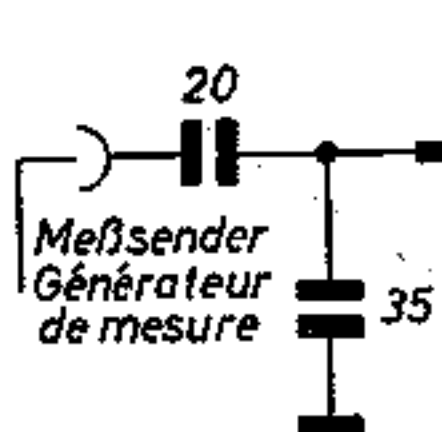

Fig. 3
6. Beim AM-Abgleich künstliche Antenne, Fig. 3 verwenden.
6. Lors de l'alignement AM, employer une antenne artificielle selon fig. 3.
* Meßsender an die künstliche Antenne, Fig. 3, anschließen.
* Raccorder le générateur de mesure à l'antenne artificielle (fig. 3).